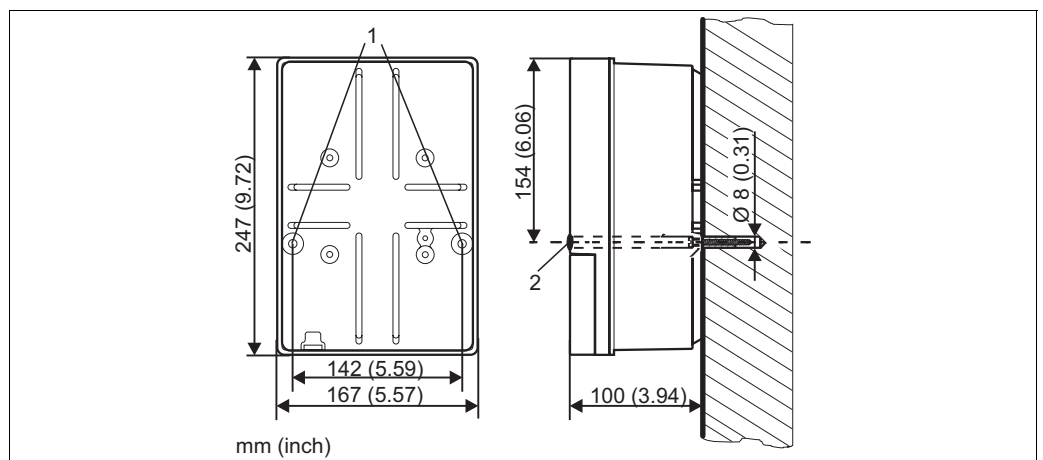

Abb. 10: Maße für die Wandmontage, Befestigungsschraube: Ø 6 mm (0,24"), Dübel: Ø 8 mm (0,31")
1. Bohren Sie Bohrlöcher gemäß Abb. 10.